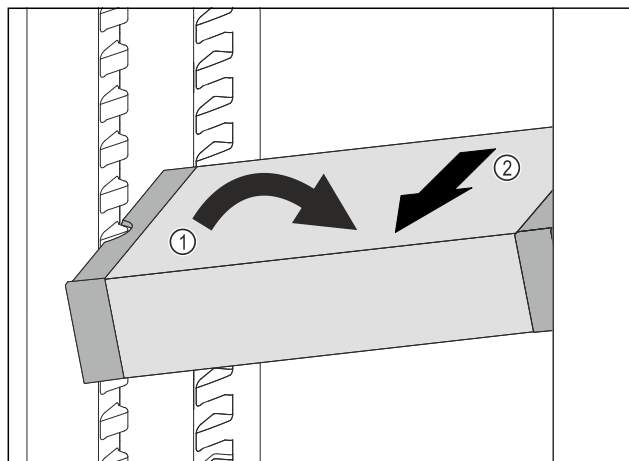

Fig. 206
- ▶ VarioSafe postavte v chladničce šikmo. Fig. 206 (1)
- ▶ VarioSafe odeberte směrem dopředu. Fig. 206 (2)